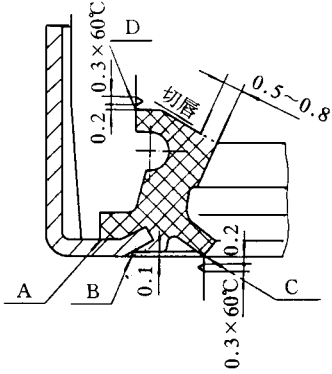

图 11 分型面示意图
(1) 采取注胶模具结构,装胶空间直通型腔,胶料在一定压力下易注满型腔,多余的胶料容易排出腔外。
(2) 采取无胶边模具结构,所有分型面无胶边,油封外观质量好。如图 11 所示,以带副唇的外骨架油封局部切唇模具为例,分型面 A 是中上模压紧骨架的接触面,此面不易钻进胶;分型面 B 是下模凸出 0.1 mm 压紧骨架的接触面,也不易钻进胶;分型面 C 是